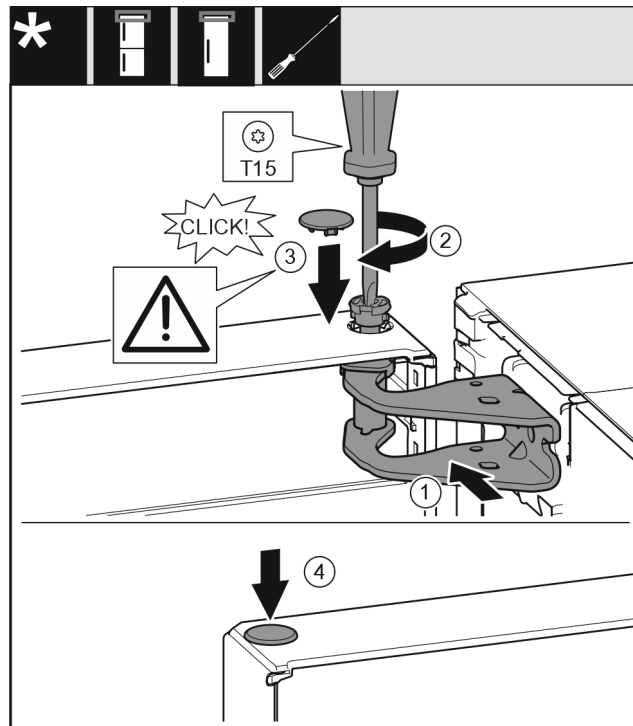

Fig. 21
- Poravnajte gornja vrata prema otvoru u podlošku ležaja. Fig. 21 (1)
- Umetnite svornjak Fig. 21 (2) i pritegnite ga odvijačem.
- Montirajte sigurnosni pokrov Fig. 21 (3) radi osiguravanja vrata: Umetnite sigurnosni poklopac i provjerite naliježe li na vrata. U suprotnom potpuno umetnite svornjake.
- Umetnite čep Fig. 21 (4).